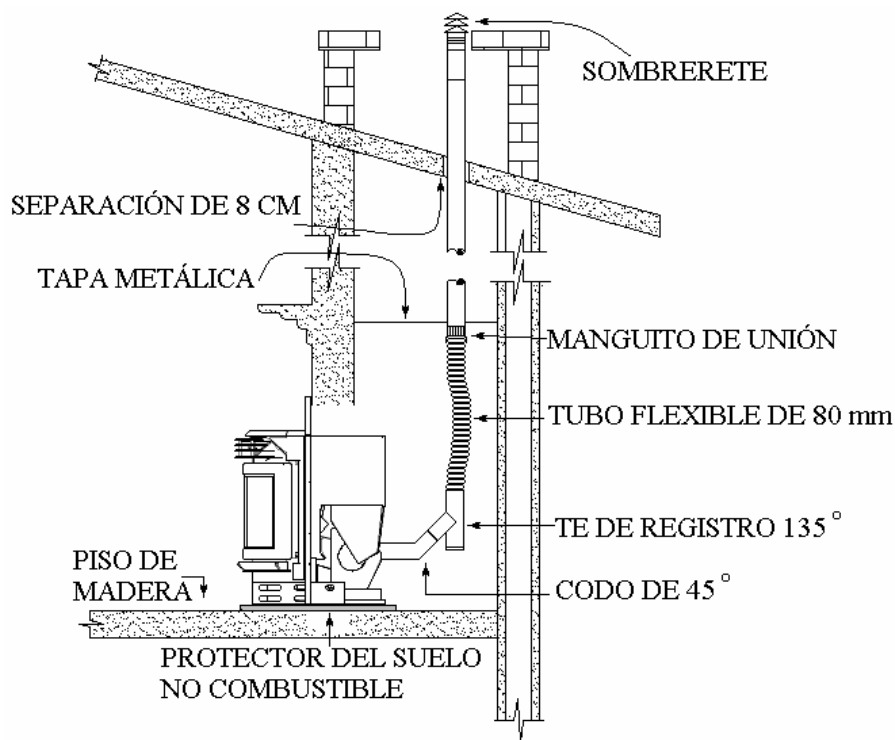

Figura 6
En el caso del encastrable debe ir siempre con un tubo flexible de acero inoxidable, ya que para realizar el mantenimiento es necesario desplazar el aparato, ver figura 6.
- 4.34. Introduzca, para la salida de gases, un tubo flexible de acero inoxidable por el agujero hecho en la pared y únalo con la boca del extractor, teniendo en cuenta que el tubo debe tener la holgura suficiente para desplazarlo por su carro, fije con una brida metálica las uniones del tubo. Se deben sellar las uniones del tubo con silicona de alta temperatura, ver figura 6.